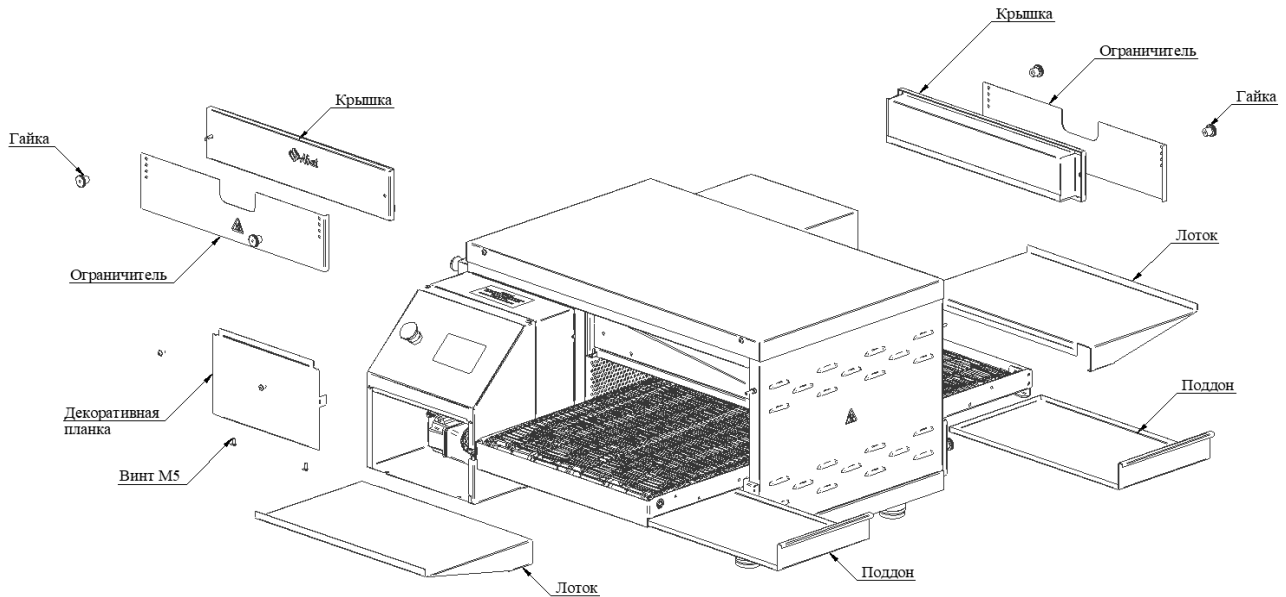

Рис. 8
1. Вынуть конвейер из корпуса изделия: для этого необходимо снять декоративную планку под панелью управления, открутив четыре винта М5. Снять лотки и поддоны с конвейера, верхние крышки, ограничители с корпуса, открутив гайки М6 (см. Рис. 8).